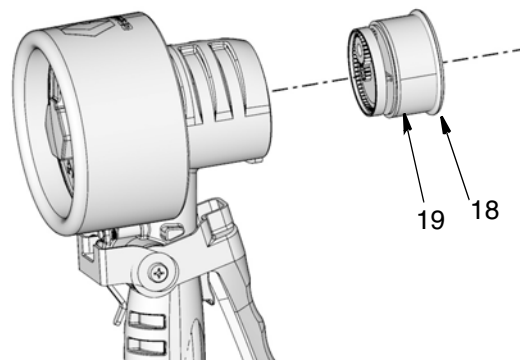

FIG. 12
5. Remova a vedação (18) e o conjunto do pistão (19). Caso o conjunto do pistão ficar preso, bata levemente o compartimento contra uma superfície plana, para soltá-lo (FIG. 12).